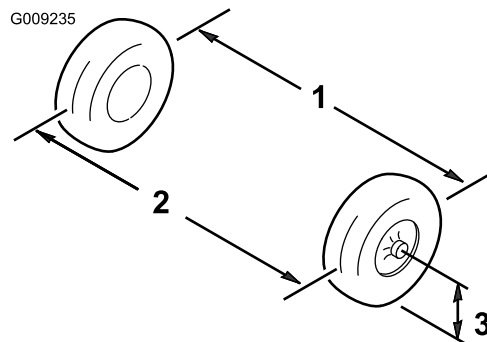

Figure 34
6. Mesurez la distance entre les roues avant à hauteur d'essieu, à l'avant et à l'arrière des roues (Figure 34).